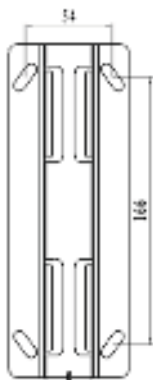

Fig 1
3. Prendre le support de montage comme modèle pour marquer la position des vis et percer quatre trous sur le mur. Fig.1